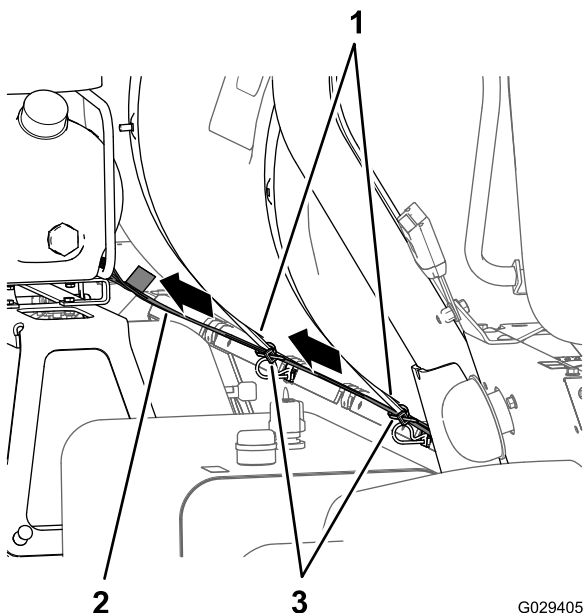

Figure 8
1. Localisez la branche compresseur de 236 cm du faisceau munie du connecteur à 4 douilles et acheminez-la vers l'arrière le long de la cuve du pulvérisateur, comme montré à la Figure 7 et la Figure 8.